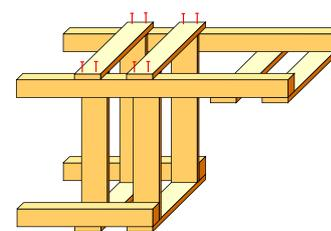

図4 脚（長）とまく板の接合
4. 脚（長）に、③まく板を接着剤及び釘で接合する（図4）。
5. ⑥座板を接着剤及び釘で接合する。